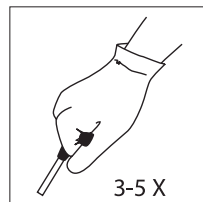

Fig. 17
6. Puxe a corda 3-5 vezes para dar partida no motor [Fig. 17].